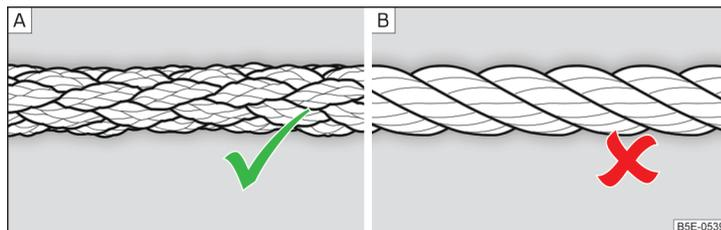

Fig. 251 Câble de remorquage tressé/ Corde de remorquage
Utilisez un câble de remorquage tressé pour le remorquage » fig. 251 - **A**.
- Lors du remorquage, ne pas utiliser de câble de remorquage entortillé » fig. 251 - , l'œillet de remorquage pourrait se dévisser du véhicule - risque d'accident.